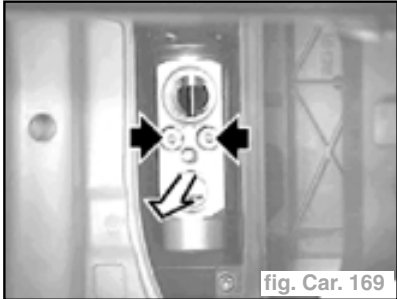

fig. Car. 169
- Défaire les vis et sortie le détendeur (fig. Car. 169).